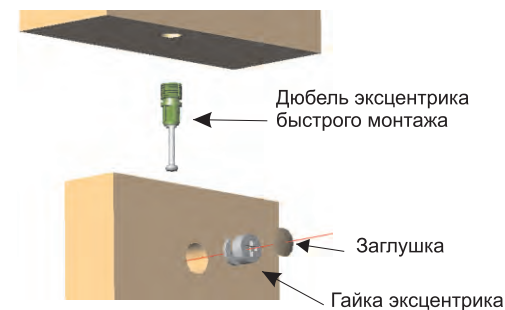

Рис.2
Установите шканты (3) в отверстия d=8 мм столешницы А. Вставьте дюбель эксцентрика быстрого монтажа (1а) в ноги В и в столешницу А (см. Рис.2). Вбейте футорки (4а) в нижние торцы ног В, вкрутите ножки (4б) (см. Рис 3.). Соедините вместе ноги В и траверс С. Вставьте эксцентриковые гайки (1б) и с помощью отвертки поверните по часовой стрелке до фиксации (см. Рис.2). На собранную конструкцию установите столешницу А и закрепите с помощью эксцентриковых стяжек (1). В эксцентриковые гайки (1б) вставьте заглушки (2). Установите выдвижную полку в направляющие. Отрегулируйте положение ножек (4б) по высоте